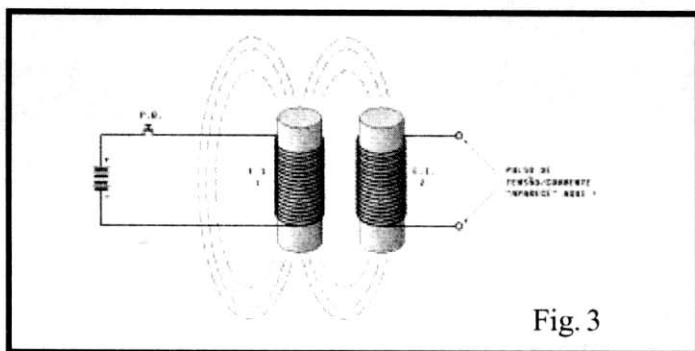

Fig. 3
- **FIG. 3 - A TRANSFERÊNCIA (E TRANSFORMAÇÃO...) DA ENERGIA ENTRE OS NÚCLEOS** - Agora é que a *coisa pega*: se, sobre o núcleo extra também enrolarmos um fio condutor (assim como fizemos sobre o núcleo principal - ELETRO-IMÃ...) e for mantida estreita proximidade entre os dois conjuntos, sempre que a CORRENTE for ligada e desligada no **E.I. 1**, o surgimento ou colapso do CAMPO MAGNÉTICO gerado INDUZIRÁ ou fará surgir no segundo enrolamento (**E.I. 2**) um pulso de CORRENTE...!